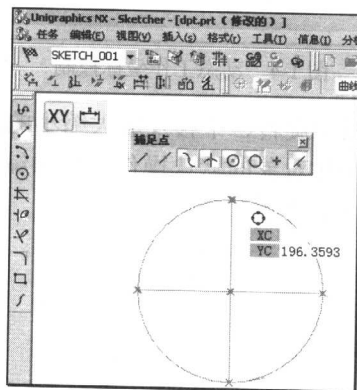

图 1-8 修剪及延伸
- (1) 致力于呈现草图绘制时仅需按键的环境。
- (2) 对话框少量化的直线、圆弧及倒圆等生成功能，且具约束 (Constraint) 及对齐 (Alignment) 预览功能。
- (3) 对话框少量化的约束 (Constraint) 生成功能。
- (4) 简易修剪及延伸功能，如图 1-8 所示。